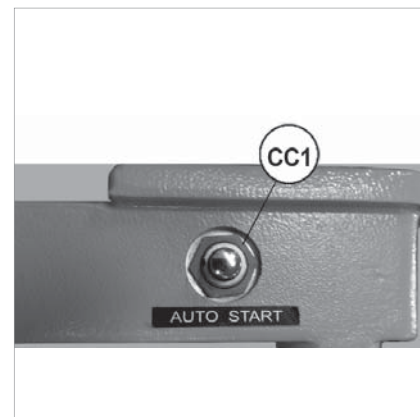

Fig. 49
- 3) Loosen nut (CC1) (Fig. 49).